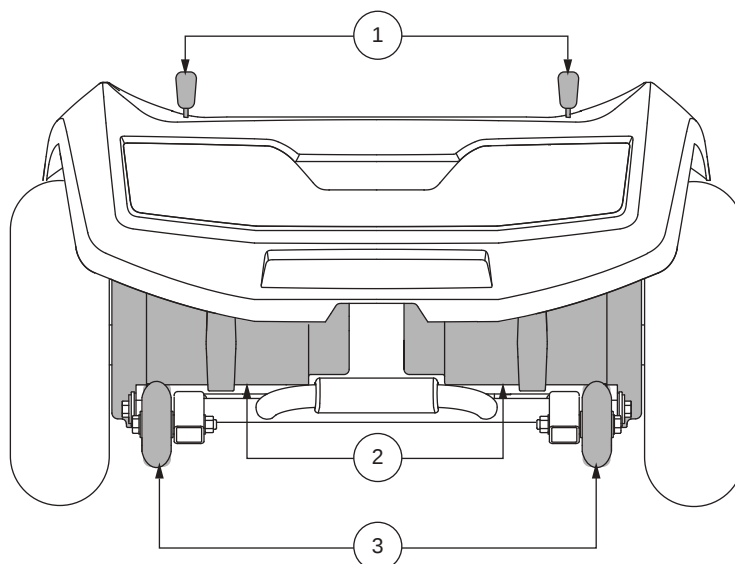
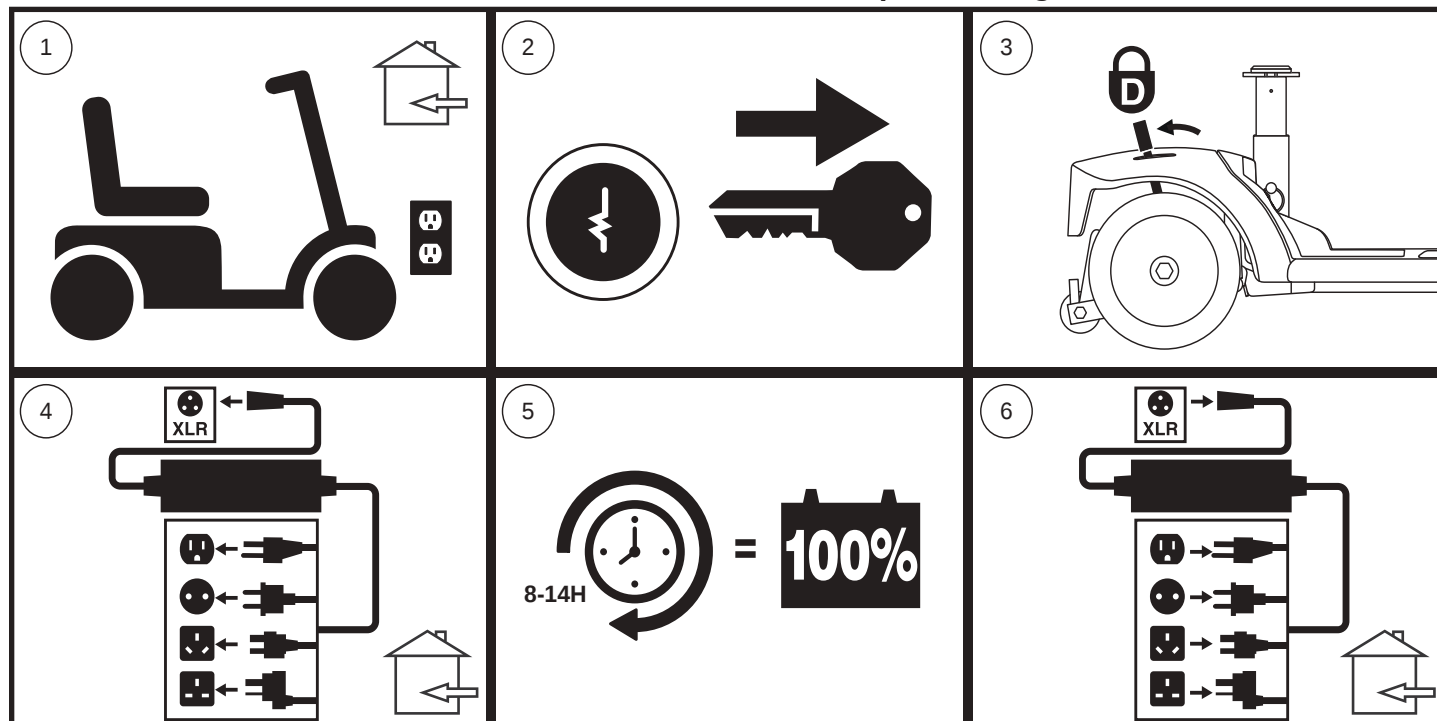

Figura 7. Sezione posteriore -710ZT
Figura 12. Schema delle procedure di ricarica della batteria
La miniscooter è dotata di leva di sblocco ruote manuale su ciascun motore. Le leve di sblocco ruote manuale consentono di disattivare il freno del motore per manovrare manualmente la miniscooter. **Vedere figura 7.**
1. Individuare le leve nella parte posteriore della base elettronica. **Vedere figura 7.**
NOTA: Per il modello 710ZT, le leve di sblocco ruote manuali funzionano nella direzione opposta (vedere figura 7). Pertanto, per la fase 3 della figura 12, le leve devono essere spinte in avanti per attivare la modalità di guida.